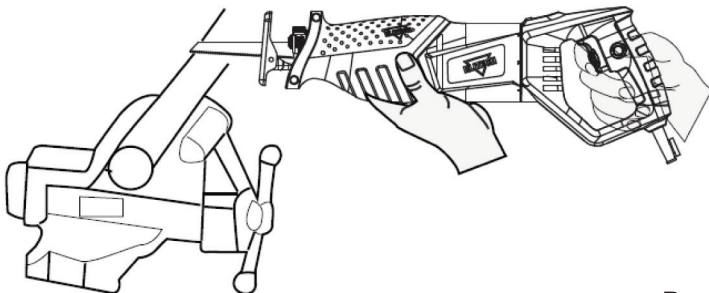

Рис. 5
- Вставьте аккумулятор 2 (Рис.5) в зарядное устройство 3 (Рис. 4)
Во время работы пилу нужно крепко прижимать к материалу, чтобы опорный башмак непрерывно прижимался к обрабатываемому материалу. Распиливаемый материал нужно зафиксировать, чтобы он не отлетел в сторону (Рис. 5).